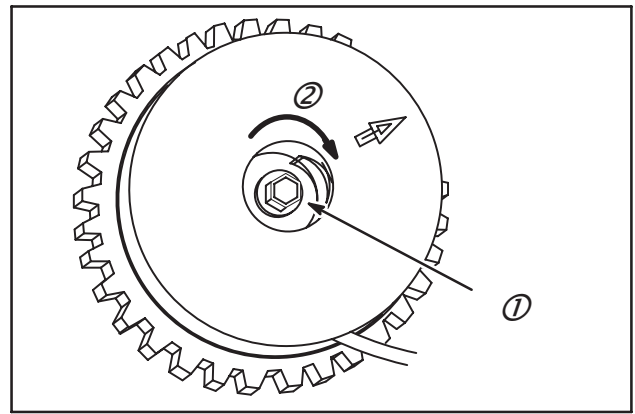

Fig. 23
5. Déposer la vis de couvercle (1) en la tournant dans le sens horaire (2) : Filetage à gauche.
6. Déposer la vis et la rondelle, Fig. 23.